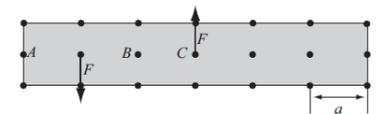
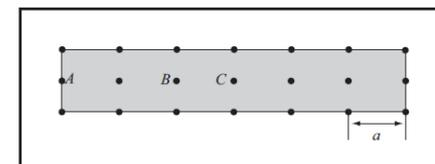

Abbildung 3: Freikörperbild mit Kräftepaar
Abbildung 4: Freikörperbild mit freiem Moment
- c) Ersetzen Sie das Kräftepaar in Abbildung 3 durch das eben eingeführte Symbol für ein freies Moment in Abbildung 4.